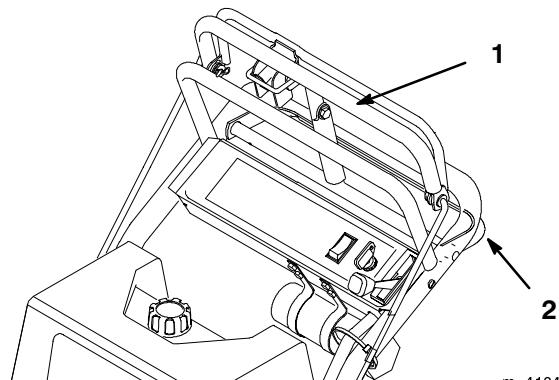

Figure 14
3. Pousser doucement sur la barre de commande supérieure pour avancer en marche avant (Fig. 14).
Pour aller tout droit, exercer une pression égale aux deux extrémités de la barre de commande supérieure (Fig. 14).
Pour tourner, relâcher la pression sur la barre de commande supérieure du côté opposé à la direction souhaitée (Fig. 14).
3. Serrer lentement la barre de commande inférieure contre le manchon pour reculer en marche arrière (Fig. 14).
Pour aller tout droit, exercer une pression égale aux deux extrémités de la barre de commande inférieure (Fig. 14).
Pour tourner, relâcher la pression sur la barre de commande inférieure du côté où l'on veut tourner (Fig. 14).